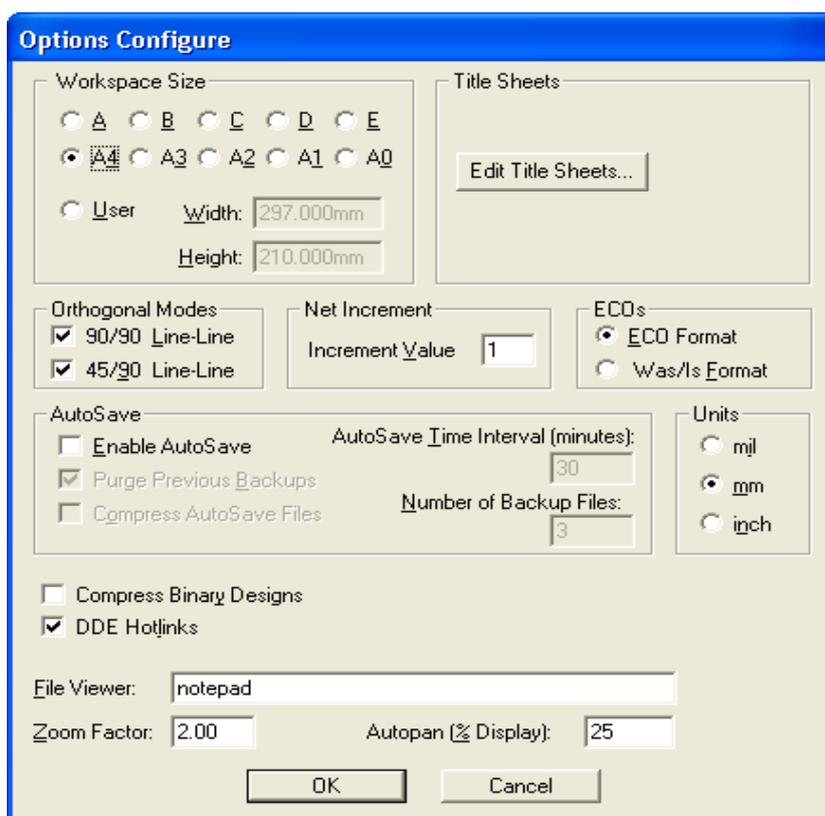

Рис.1.1. Настройка конфигурации P-CAD Schematic
- **Options/Configure.** Диалоговое окно представлено на рис.1.1. В нем необходимо: